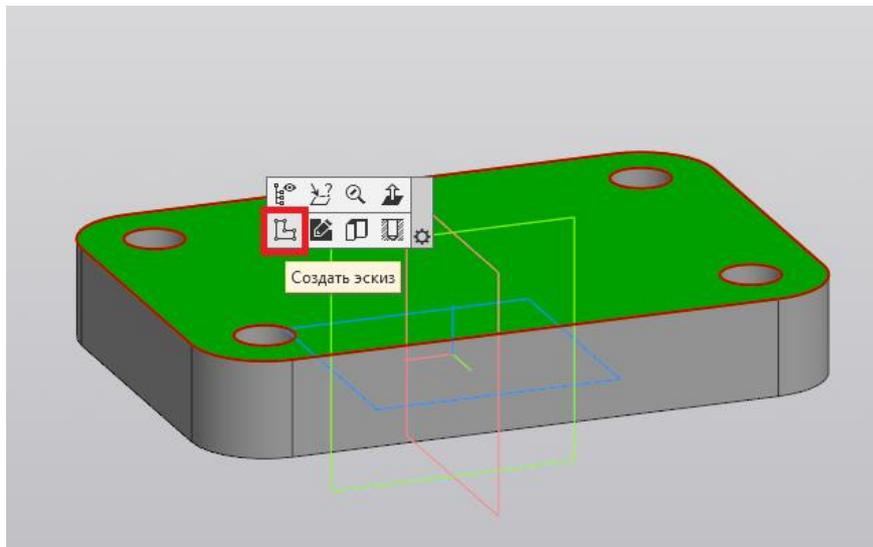

Рис. 139
11. На верхней грани основания создаём новый эскиз (рис. 139).